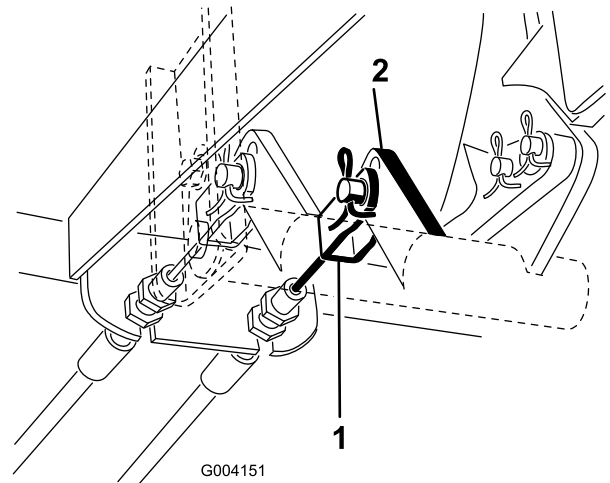

Bild 68
2. Schließen Sie das linke Bremskabel vom Bremspedal ab (Bild 68) und aktivieren Sie die Feststellbremse.